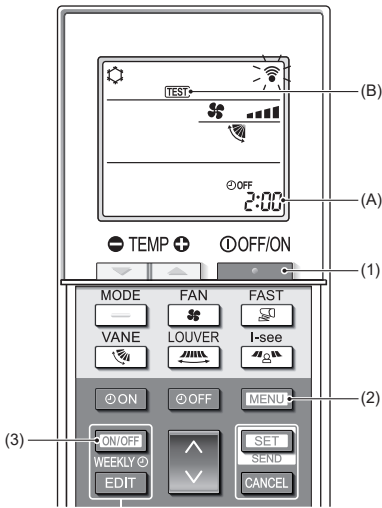

Fig. 7-5
7.2.2. Uso del comando a distanza senza filo (Fig. 7-5)
■ Prova di funzionamento (Fig. 7-5)
- Premere il pulsante (1) per arrestare il condizionatore d'aria.
- Se il timer settimanale è attivo (**WEEKLY** è acceso), premere il pulsante (3) per disattivarlo (**WEEKLY** è spento).
- Premere il pulsante (2) per 5 secondi.
- Premere il pulsante (2).
- (B) si accende e l'unità entra in modalità di prova di funzionamento.